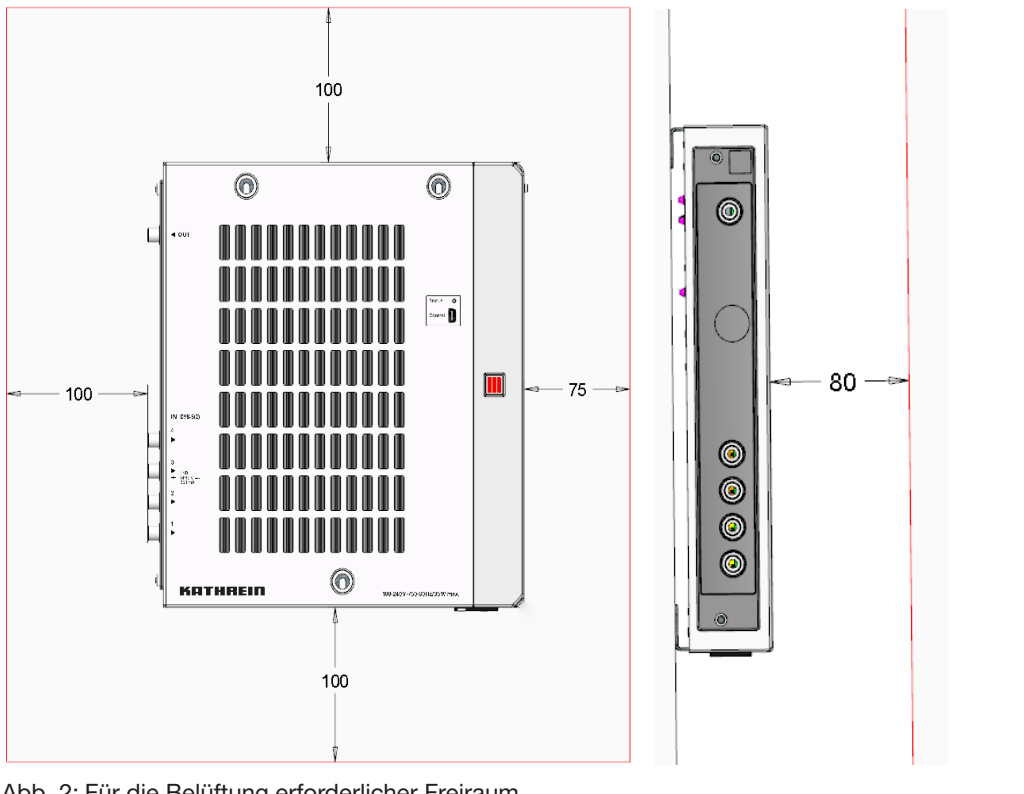

Abb. 2: Für die Belüftung erforderlicher Freiraum
- Um das Gerät ist die freie Luftzirkulation möglich, der Freiraum gemäß Abb. 2 ist vorhanden.
1. Drei Schrauben mit $d_{max} = 4\text{mm}$ montieren und nicht ganz festziehen; siehe Abb. 2 und beiliegende Bohrschablone